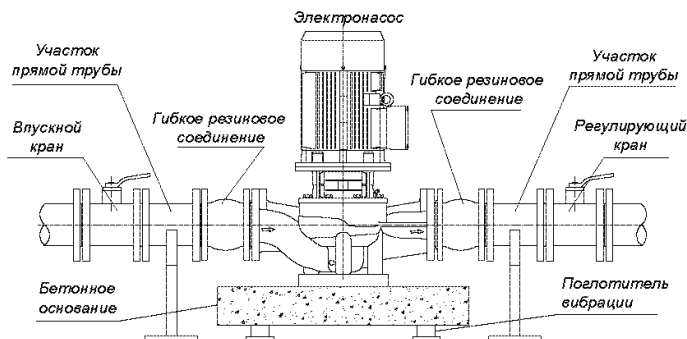

Рисунок 5.
- Если мощность двигателя превышает 2,2 кВт, установите его на бетонное основание или виброустойчивое устройство, как показано на рис. 5.